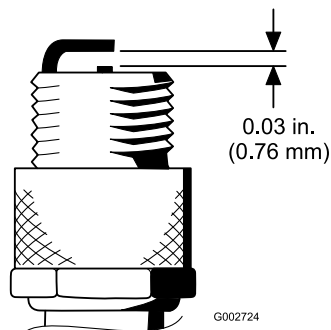

Figura 29
4. Impostate la distanza tra l'elettrodo centrale e l'elettrodo laterale a 0,76 mm; fate riferimento a Figura 29. Montate la candela con la giusta distanza tra gli elettrodi e la guarnizione di tenuta, quindi serrate la candela a 23 N·m. In mancanza di una chiave torsiometrica, serrate a fondo il tappo.